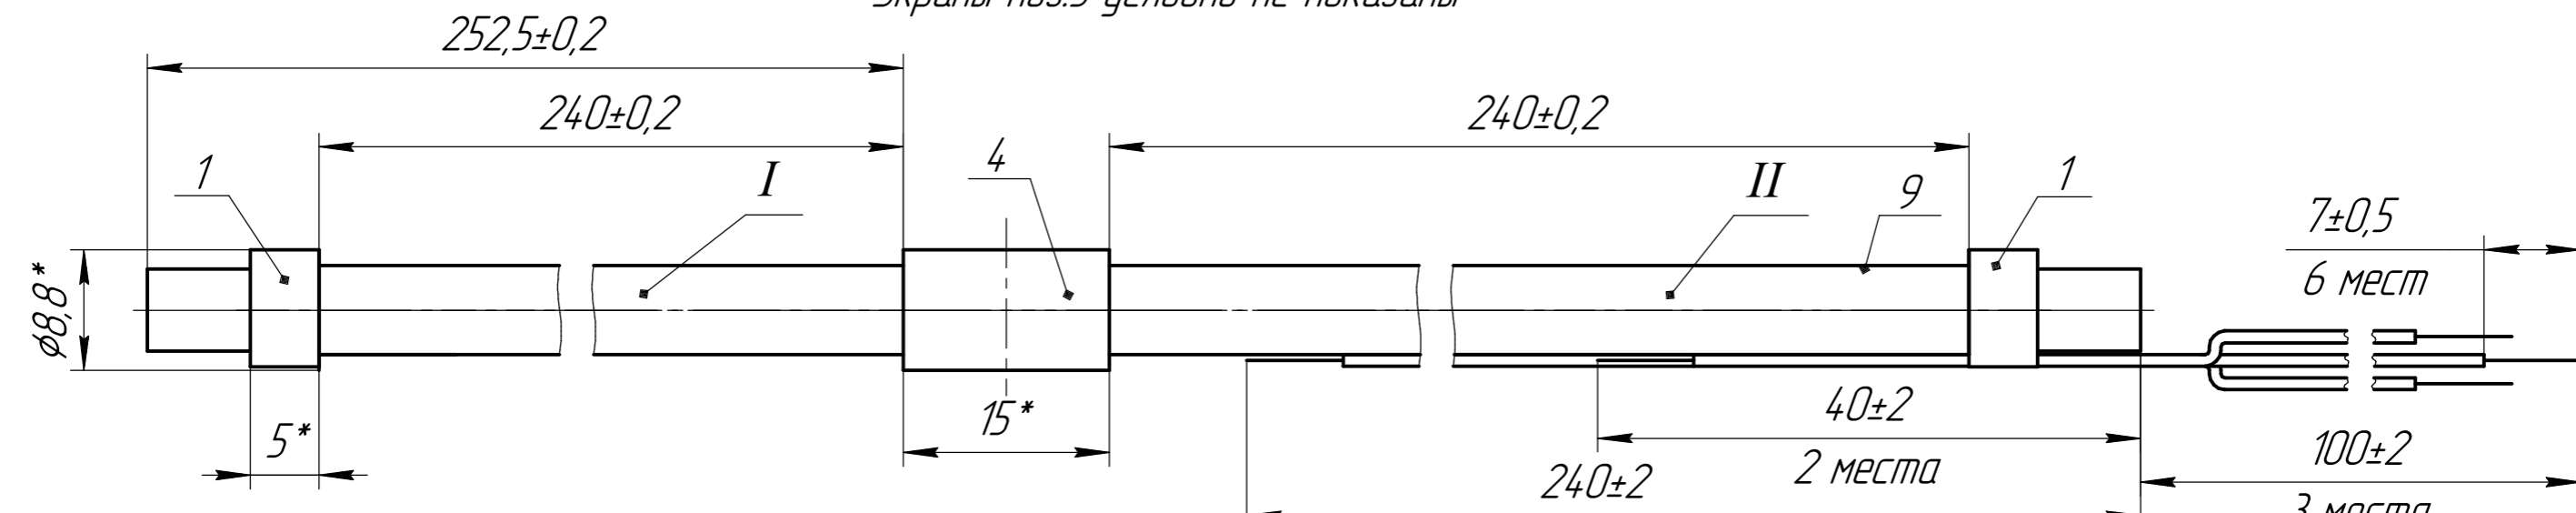

Рис.1
- 9 Соединение обмоток согласно схеме на рис. 1.